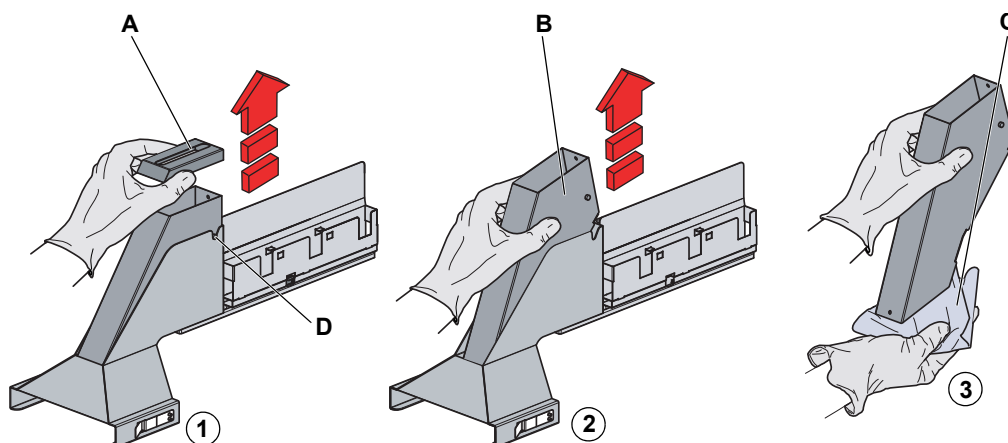

Рис. 7-21 Удаление вкладыша спускного желоба для отработанных DiTi
- 6 Установите обратно вкладыш спускного желоба для отработанных DiTi. Убедитесь в правильном позиционировании направляющего штифта емкости для сброса наконечников в отсеке (D, Рис. 7-21, 7-51).